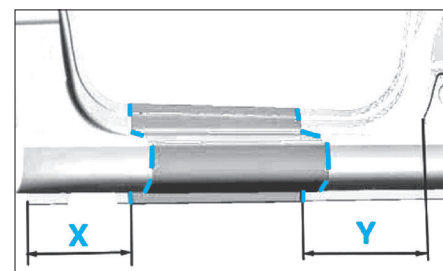

FIG. 22
- Découper la partie AV de bas de caisse neuve, comme illustré (Fig.22).